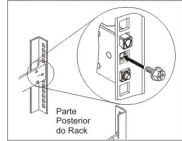

Figura 9. Prendendo o Dispositivo nos Trilhos Deslizantes no Rack
4. Prenda os trilhos deslizantes do dispositivo no rack, conforme mostrado na Figura 9: